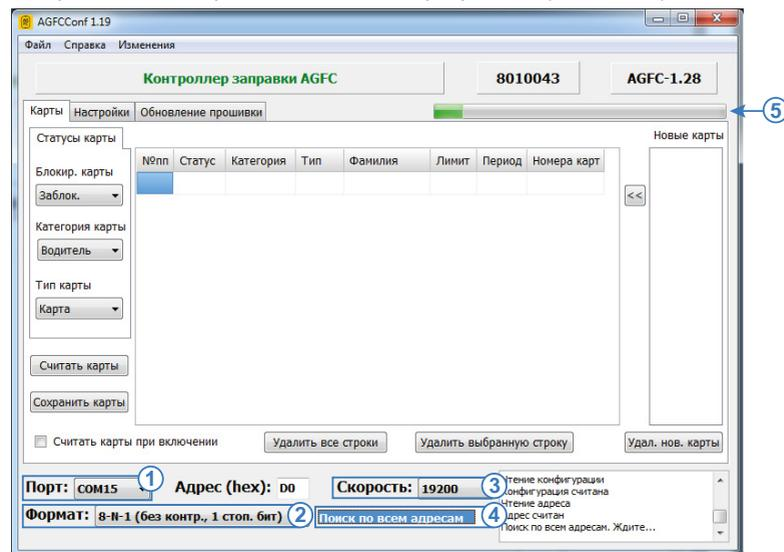

Рис.6. Поиск устройства по адресам.
- в программе «AGFCConf» выбрать COM-порт к которому подключен ТРК (Рис.6, п.1). Посмотреть порт устройства можно в Диспетчере устройств системы;
- настроить формат передачи. По умолчанию – 8-N-1 (Рис.6, п.2);
- выбрать скорость, на которую настроена шина RS-485 ТРК (Рис.6, п.3);
- выбрать диапазон адресов – Поиск по всем адресам (Рис.6, п.4).
- после этого программа выполнит поиск подключенного устройства в диапазоне адресов 00 – FF для заданной скорости обмена, затем выполнит подключение к первому найденному устройству и считывает настройки. Состояние выполнения поиска отображается в верхней части окна программы (Рис.6, п.5);